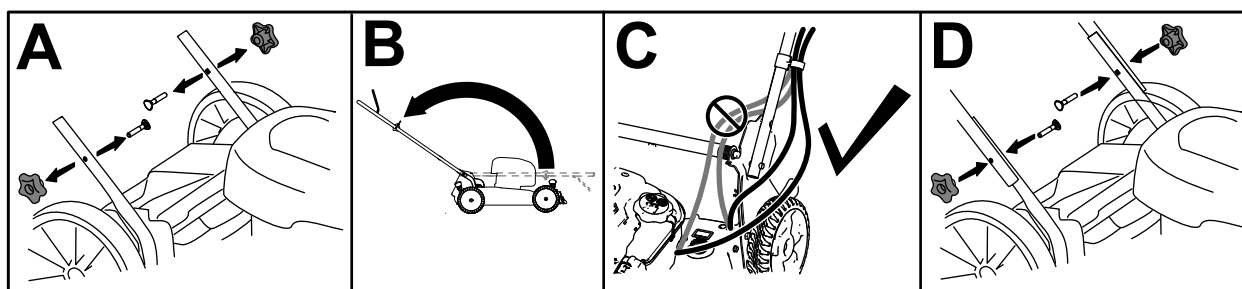

Figure 3
1. Retirez les boutons et les boulons correspondants de la partie inférieure du guidon (A de Figure 3).
2. Placez la partie supérieure du guidon sur la partie inférieure, et dépliez le guidon (B de Figure 3).
3. Vérifiez que les câbles passent bien à l'extérieur du guidon (C de Figure 3).
4. Installez les boutons du guidon et les boulons correspondants, et serrez-les fermement à la main (D de Figure 3).